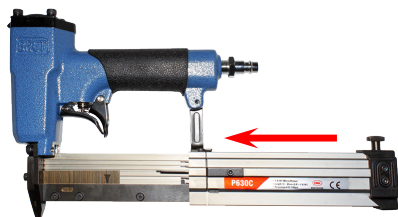

Рис. 5
- Верните крышку магазина в исходное положение и зафиксируйте замок (Рисунок 5).